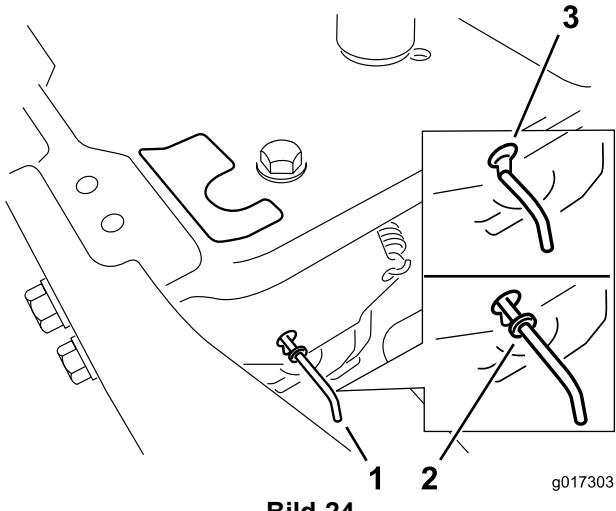

Bild 24
4. Schieben Sie die Bypasshebel nach vorne durch das Schlüsselloch und nach unten, um sie zu arretieren, wie in Bild 24 dargestellt. Wiederholen Sie dies für jeden Hebel.
Schieben Sie die Sicherheitshebel nach innen und drücken sie dann zurück in den horizontalen Schlitz (Bild 24), um die Radmotoren einzukuppeln.